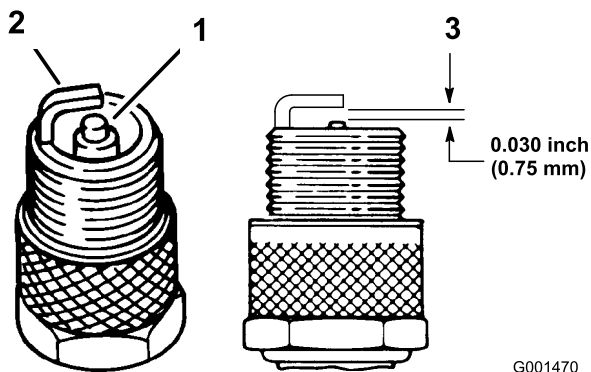

Рисунок 45
4. Проверьте состояние бокового электрода, выровняйте по центру электрод и выровняйте по центру изолятор электрода, чтобы гарантировать отсутствие повреждений (Рисунок 45).
5. Воздушный зазор между центральным и боковым электродами должен быть выставлен равным 0,762 мм (Рисунок 45).